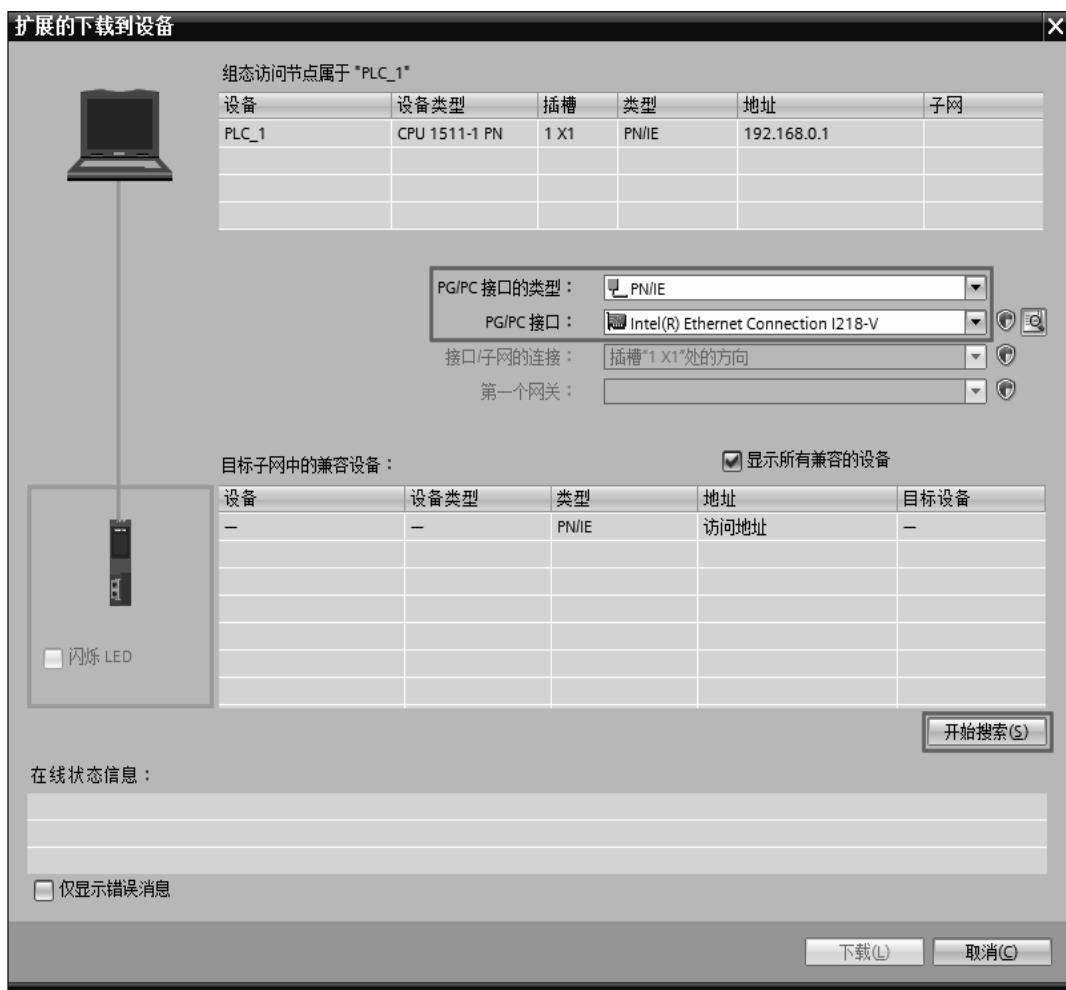

图 3-89 下载 (1)
⑤ 保存项目。在项目视图中，单击“保存项目”按钮，保存整个项目。
(4) 下载项目
在项目视图中，单击“下载到设备”按钮，弹出如图 3-89 所示的界面，选择“PG/PC 接口的类型”为“PN/IE”，选择“PG/PC 接口”为“Intel(R) Ethernet...”。“PG/PC 接口”是网卡的型号，不同的计算机可能不同，单击“开始搜索”按钮，TIA 博途开始搜索可以连接的设备，搜索到设备显示如图 3-90 所示的界面，单击“下载”按钮，弹出如图 3-91 所示的界面。